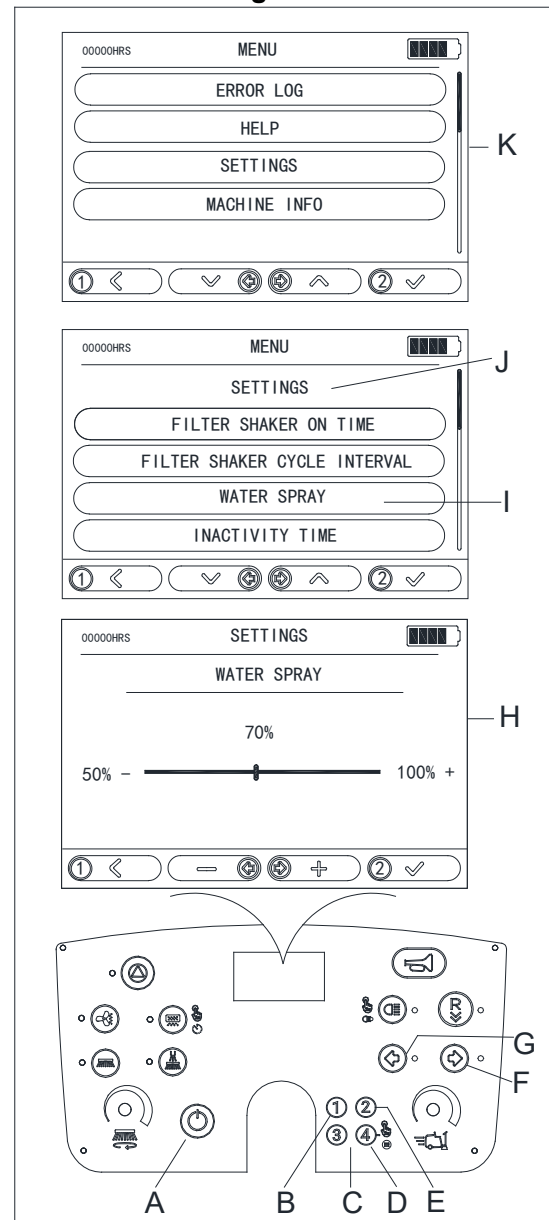

Figura 13
1. Pulse el botón de encendido (A, figura 13).
2. Utilice el teclado de 4 dígitos (C, figura 13) para introducir la contraseña. La contraseña predeterminada es 1234.
3. Después de iniciar sesión con éxito, pulse y mantenga pulsado el botón ④ (D, figura 13) durante 2 segundos para entrar en la interfaz del MENÚ (K, figura 13).
4. En la interfaz del MENÚ, presione el botón ① (B, figura 13) para volver al menú anterior, presione el botón de flecha izquierda (G, figura 13) para desplazarse hacia abajo, presione el botón de flecha derecha (F, figura 13) para desplazarse hacia arriba, seleccione "AJUSTES", a continuación presione el botón ② (E, figura 13) para confirmar la selección y entrar en la interfaz de AJUSTES (J, figura 13).
5. En la interfaz de AJUSTES (J, figura 13), seleccione (I, figura 13) PULVERIZACIÓN DE AGUA para entrar en la interfaz de ajustes de PULVERIZACIÓN DE AGUA (H, figura 13).
6. Pulse el botón izquierdo del indicador (G, figura 13) para disminuir la velocidad de pulverización, pulse el indicador derecho (F, figura 13) para aumentar la velocidad de pulverización y ajústelo al ajuste deseado y, a continuación, pulse el botón ② (E, Figure 13) para actualizar el cambio.